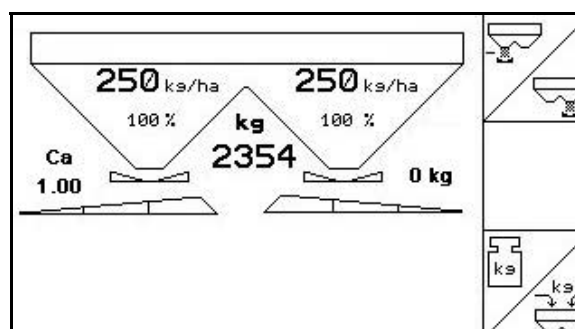

Fig. 37
- Start onlinekalibreringen i arbeidsmenyen (Fig. 37) når spredningen begynner.